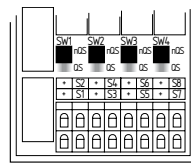

Fig.4
- Item nQS (em cima) (ver Fig. 4): não protegido contra curto-circuito, adequado para aplicações monocanal e aplicações com saídas com potencial positivo nos circuitos de comando.